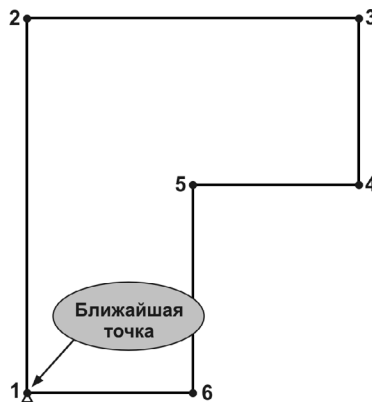

Рис. 59.23.
6. После ввода точки 6 автоматически закройте контур пластины, активизировав переключатель **Замкнуть** на Панели свойств или зафиксируйте точку 1 при помощи глобальной привязки **Ближайшая точка** (рис. 59.23).